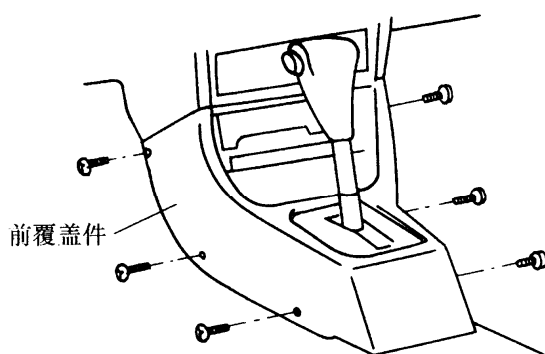

图 10-43 拆下覆盖件
- (1) 断开蓄电池负极电缆。
- (2) 脱开安全气囊系统。
- (3) 拆下螺钉及卡子，拆下后覆盖件，再拆下前覆盖件，见图 10-43。